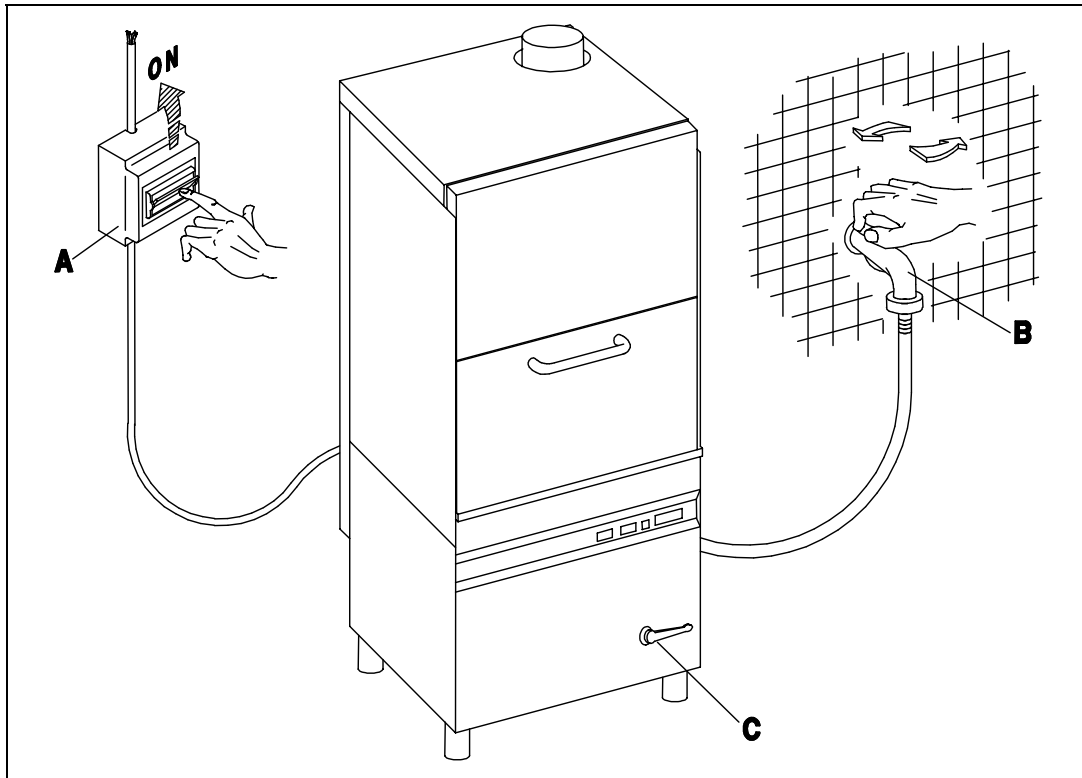

Fig. 3-1
- Chiudere la valvola di scarico (C), aprire il rubinetto dell'acqua (B), inserire l'interruttore generale (A) ed attivare l'interruttore 0-I (E), l'accensione della spia di linea (D) dimostrerà che l'apparecchio è in tensione, avrà così inizio il carico dell'acqua nel serbatoio e successivamente nella vasca. Alla fine dell'operazione di caricamento acqua si inseriranno automaticamente le resistenze del serbatoio e della vasca. Una volta che le temperature visualizzate dai termometri (T1) e (T2) avranno raggiunto le temperature impostate, sui termostati vasca e serbatoio (boiler), l'apparecchio sarà pronto per iniziare il lavaggio. (fig.3-1÷3-2)
- Close the outlet valve (C), turn on the water tap (B), switch on the master switch (A) and switch on by means of the 0-I switch (E). The line warning light (D) illuminates to show that the appliance is live and the boiler and the tank are filled with water. When the appliance has been filled with water the boiler and tank heating elements are automatically activated. When the temperature shown on the thermometers (T1) and (T2) reaches the temperature set on the thermostats of the tank and the boiler, the appliance will be ready to start the washing programme. (fig.3-1÷3-2)
- Auslassventil (C), den Wasserhahn (B) öffnen, den Hauptschalter (A) betätigen und den Schalter 0-I (E) einschalten. Das Aufleuchten der Kontrolleuchte (D) zeigt an, daß das Gerät unter Spannung steht und daß das Wasser in den Boiler und anschließend in den Tank eingelassen wird. Nach dem Auffüllen mit Wasser schalten automatisch die Heizelemente im Boiler und im Tank ein. Wenn die von den Thermometern (T1) und (T2) angezeigten Temperaturen, die auf den Thermostaten des Tankes und des Boilers angesetzten Temperaturen erreicht haben, kann das Spülprogramm gestartet werden. (fig.3-1÷3-2)
- Fermer la soupape de vidange (C), ouvrir le robinet de l'eau (B), insérer l'interrupteur général (A) et ouvrir l'interrupteur 0-I (E) le témoin lumineux vert (D) qui s'allume indique que l'appareil est sous tension et que le réservoir d'eau commence à être alimenté et que la cuve le sera ensuite elle aussi. A la fin de l'opération d'alimentation en eau, les éléments chauffants du réservoir et de la cuve entreront automatiquement en fonction. Une fois que la température affichée par les thermomètres (T1) et T2 aura atteint les températures affichées sur les thermostats du réservoir et de la cuve, on pourra faire démarrer un programme de lavage. (fig.3-1÷3-2)
- Cierre la válvula de descarga (C), abra el grifo del agua (B), conectar el interruptor general (A) y conecte el interruptor general 0-I (E). El encendido del piloto de línea (D) indica que el aparato está en tensión: empieza a llenarse de agua el tanque y a continuación se llena la cuba. Al final de la carga del agua se conectan automáticamente las resistencias del tanque y de la cuba. Cuando las temperaturas que indican los termómetros (T1) y (T2) alcancen los valores prefijados en los termostatos de cuba y hervidor, el aparato estará listo para empezar el lavado. (fig.3-1÷3-2)
- Fechar a válvula de descarga (C), abrir a torneira de água (B), acionar o interruptor geral (A) e acionar o interruptor 0-I (E), a indicação do sinal luminoso (D), indicará que o aparelho está ligado, iniciará então o enchimento de água no reservatório e sucessivamente na cuba. Ao final da operação de enchimento de água, automaticamente funcionarão as resistências do reservatório e da cuba. Uma vez que as temperaturas visualizadas dos termómetros (T1) e (T2) atingirem os níveis ideais, nos termostatos da cuba e do reservatório (Boiler), o aparelho estará pronto para iniciar a lavagem. (fig.3-1÷3-2)